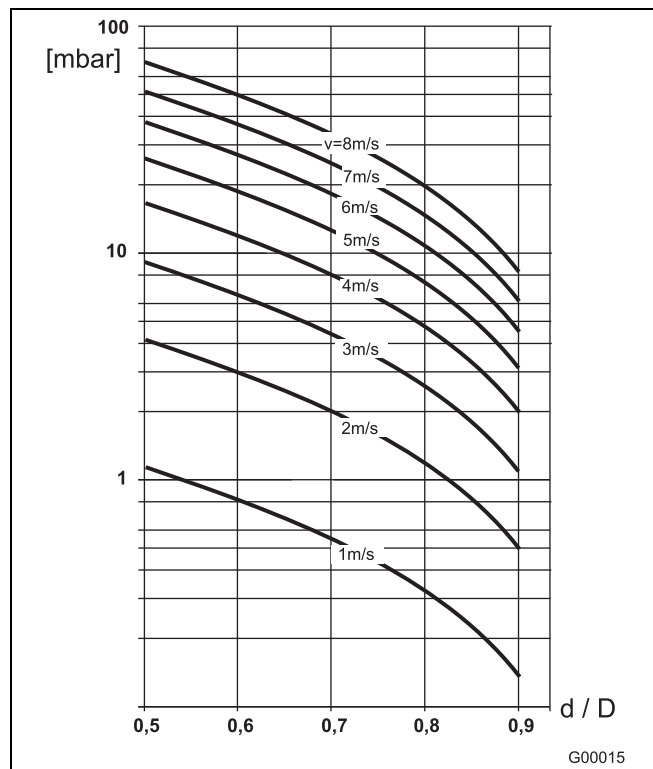

图 20
2. 根据流率范围诺模图确定流速（图 20）。
3. 读取图 20 中的 Y 轴上的压降。